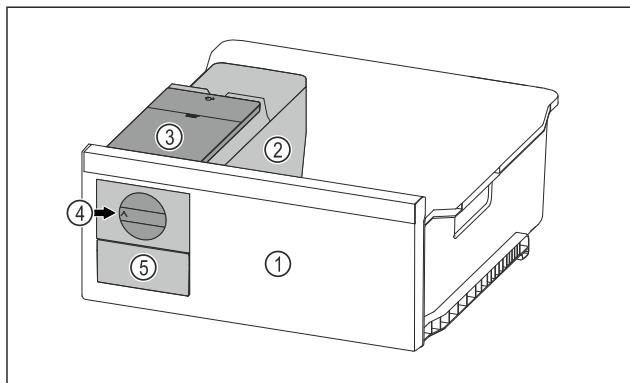

Fig. 155 Vejledende illustration
- ▶ Drej drejeknappen Fig. 155 (4) med uret indtil anslaget.
- ▷ Isterninger falder ud af isterningebakken og ned i isterningskuffen Fig. 155 (5).